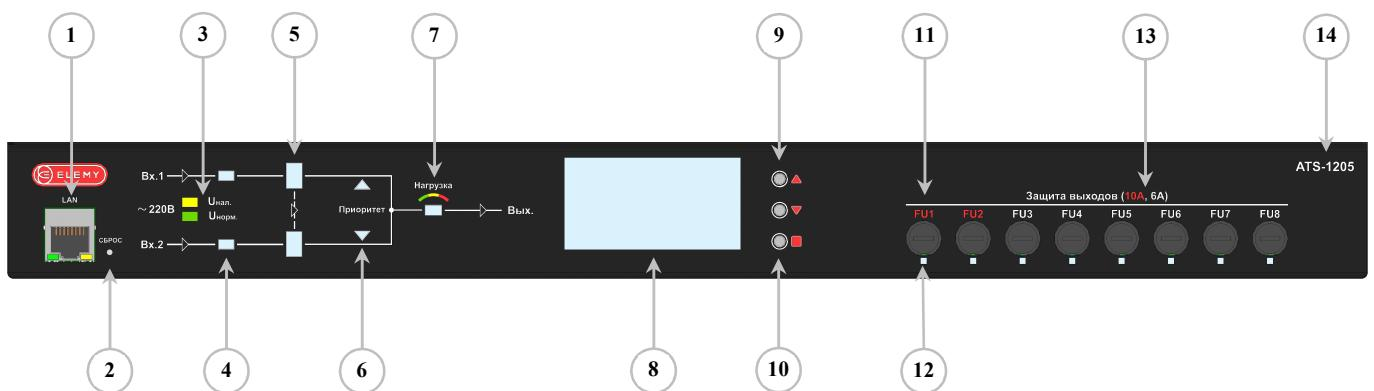

Рисунок 1 – Электронно-механический АСП ATS-1204, передняя панель:
**Уставки по напряжению** задаются пользователем с помощью слайдеров на странице управления в Web-интерфейсе и с кнопочной клавиатурой, расположенной на лицевой панели (Рис.1). Пользователь может установить
**Готовность входа к использованию** определяется наличием на входе напряжения соответствующего уставкам в течение времени, превышающего время задержки (устанавливается пользователем с помощью слайдера на странице управления в Web-интерфейсе и с кнопочной клавиатуры, расположенной на лицевой панели (Рис.1)). Готовность входа – обязательное условие для того, чтобы нагрузка могла быть подключена к этому входу. Задержка с момента появления на входе напряжения, соответствующего уставкам, до подтверждения готовности входа, позволяет убедиться, что напряжение в сети, к которой подключен конкретный вход, находится в установленвшемся режиме, отсутствуют броски или провалы напряжения. Это позволяет избежать преждевременного подключения нагрузки ко входу с неустановившимся режимом.
**Выбор приоритета ввода** производится пользователем с помощью выбора нужного Ввода из выпадающего списка на странице управления в Web-интерфейсе и с кнопочной клавиатуры, расположенной на лицевой панели (Рис.1). При выборе одного из входов и при условии, что он находится в состоянии готовности – питание нагрузки будет осуществляться именно от этого входа. Изменение приоритета на другой вход, находящийся в состоянии готовности вызовет переключение нагрузки на вход, выбранный приоритетным.
Пробуждение дисплея и перелистывание экранов осуществляется при помощи кнопок «вверх» и «вниз» (см. рис. 1). Дисплей будет вновь погашен через время бездействия от 1 до 60 минут (настраивается пользователем).
1. Нажать и удержать до двух секунд кнопку входа в режим настройки (12 см. Рис.1): начнет мигать значение первой уставки «Номинальное напряжение»
2. При необходимости кнопками «вверх/вниз» (11 см. Рис.1) можно изменить значение уставки «Номинальное напряжение».
3. Кратковременным нажатием на кнопку выбора (12 см. Рис.1) осуществляется переход к настройке следующего значения (замигает с частотой 1Гц) «Отклонение напряжения от номинального».
4. При необходимости кнопками «вверх/вниз» (11 см. Рис.1) можно изменить значение уставки «Отклонение напряжения от номинального».
5. Повторным кратковременным нажатием на кнопку выбора (12 см. Рис.1) осуществляется переход к настройке следующего значения (замигает с частотой 1Гц) «Время задержки»
6. При необходимости кнопками «вверх/вниз» (11 см. Рис.1) можно изменить значение уставки «Время задержки».
7. При длительном нажатии (до двух секунд) кнопки входа в режим настройки (12 см. Рис.1) введенные значения будут сохранены и применены.